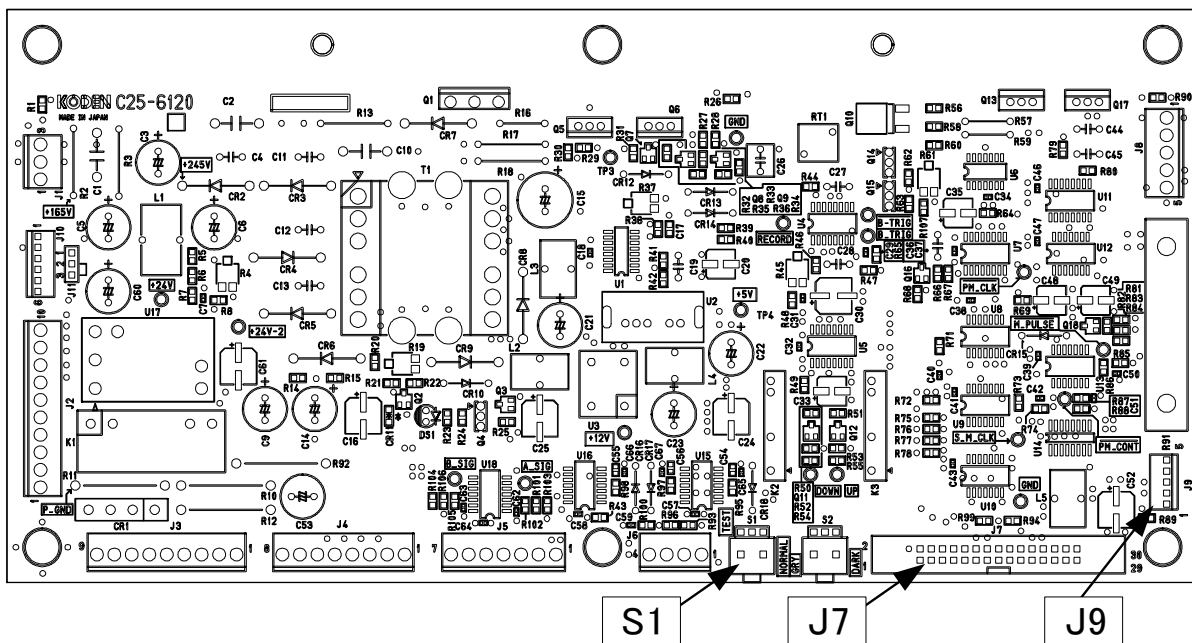

図 4.22 C25-6120 S1、J7、J9 配置説明図
2. C25-6120 S1 スイッチを<TEST>側に倒してください。(図 4.22 参照)